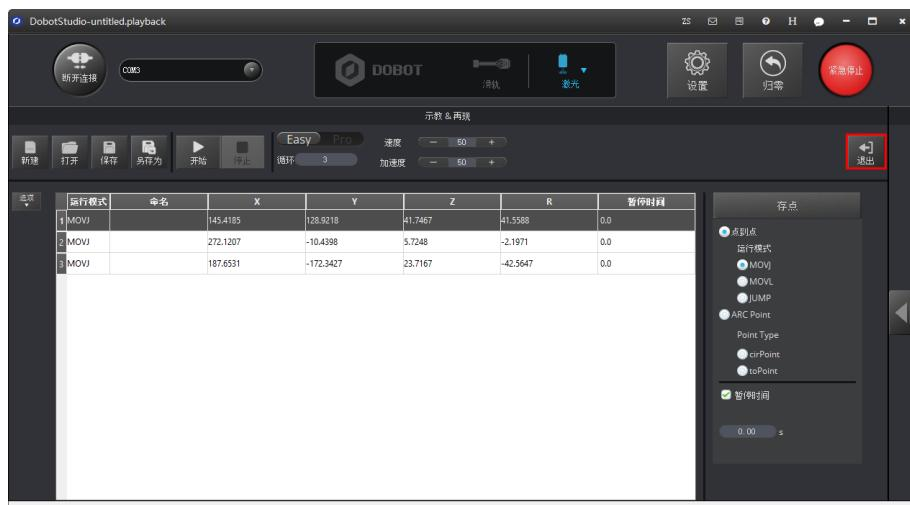

图 2.25 单击退出
7. 在DobotStudio界面上单击 退出示教再现页面。如图 2.25 所示。